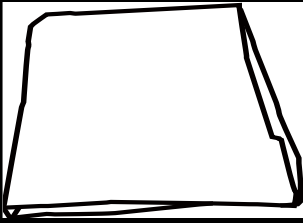

IMAGEN 5
Paso 4. Pliegue el resto de los extremos conjuntamente para crear un rectángulo perfecto (IMAGEN 5).